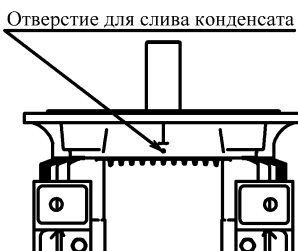

Рис.2
- убедиться в отсутствии грязи, воды, снега в сливных отверстиях двигателя с фланцевым исполнением валом вверх (см. рисунок 2).